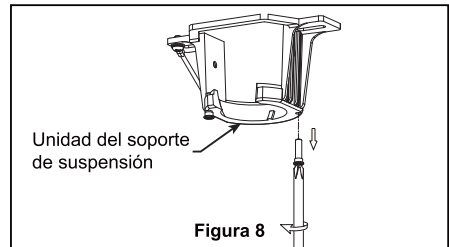

Figura 8
- ☐ 8. Extraiga una de los tornillos de hombro en el soporte del gancho y guarde los tornillos para pasos posteriores. Afloje el segundo tornillo de hombro sin extraiga completamente. (Figura 8)